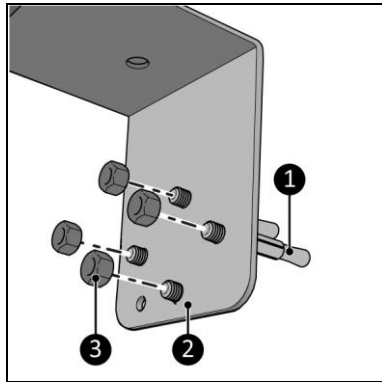
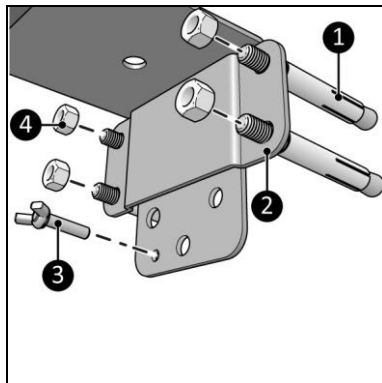

Figura 7
Figura 8
- Fixat pe perete (Figura 7).
- Detașabil de pe perete (Figura 8).
1. Fixați elementul de suspendare (Figura 7, poz. 2), la nivel, pe perete folosind cele patru șuruburi de ancorare (Figura 7, poz. 1) și cele patru piulițe (Figura 7, poz. 3).
1. Fixați suportul de perete (Figura 8, poz. 2), la nivel, pe perete folosind cele patru șuruburi de ancorare (Figura 8, poz. 1) și cele patru piulițe (Figura 8, poz. 3).
2. Așezați elementul de suspendare (Figura 7, poz. 2) în spatele suportului de perete (Figura 8, poz. 2).
3. Montați șurubul fluture (Figura 8, poz. 4) în elementul de suspendare (Figura 7, poz. 2).